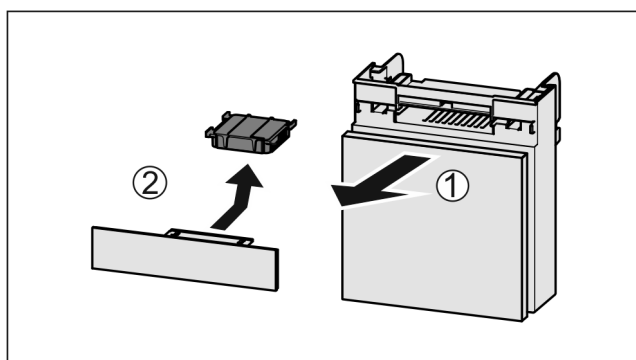

Fig. 59
- ▶ Estrarre il vano tirando in avanti Fig. 59 (1).
- ▶ Rimuovere il filtro a carboni attivi Fig. 59 (2).